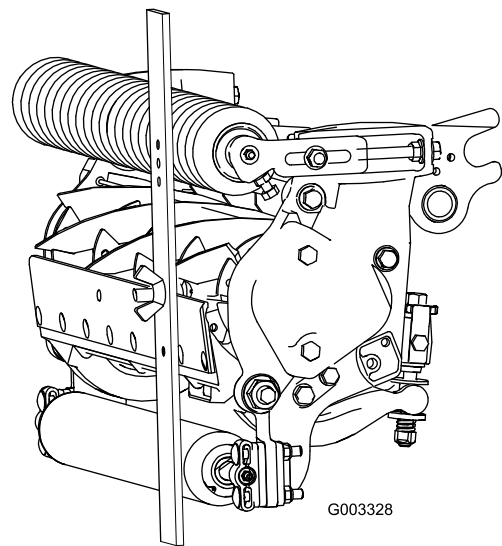

Figura 17
3. Prenda a cabeça do parafuso à extremidade cortante da lâmina de corte e apoie a extremidade traseira da barra no rolo traseiro (Figura 17).
4. Rode o parafuso de ajuste até que o rolo entre em contacto com a dianteira da barra indicadora (Figura 17). Ajuste ambas as extremidades do rolo até que todo o rolo esteja paralelo à lâmina de corte.